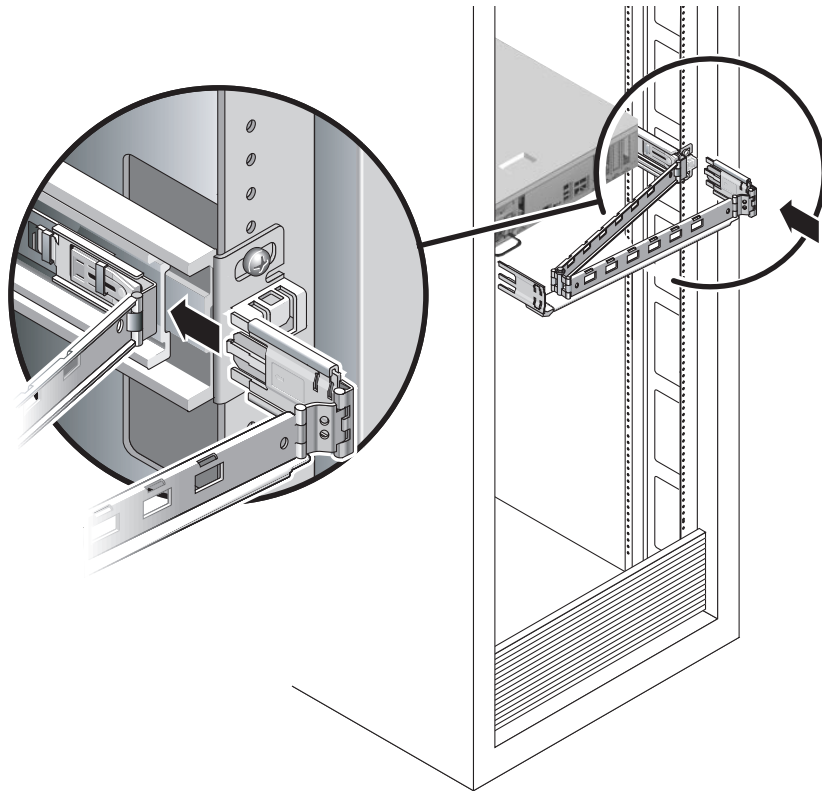

FIGURA 2-10 Introducción del conector exterior del CMA
3. Introduzca la extensión grande en el extremo de la guía derecha (FIGURA 2-10).